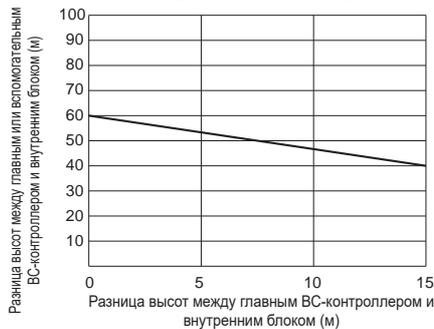

Рис. 1
- *2 См. рис. 1. (Если подключены внутренние блоки моделей P/M200 или P/M250, допустимое предельное расстояние между ВС-контроллером и самым удаленным внутренним блоком составляет 40 м.)
- *3 Если длина трубопровода или разница высот превышают ограничение, указанное на рис. 1, подключите к системе вспомогательный ВС-контроллер. Ограничение для системы со вспомогательным ВС-контроллером показано на рис. 2. Если заданная конфигурация системы попадает в заштрихованную область на рис. 2, следует на один размер увеличить трубу высокого давления и трубу для жидкости между основным и вспомогательным ВС-контроллерами. При использовании внутренних блоков моделей P/M32, P/M40, P/M50, P/M100 или P/M125 следует на один размер увеличить ответвление трубы для жидкости между вспомогательным ВС-контроллером и внутренним блоком. При использовании P/M140 или более крупных моделей внутренних блоков не превышайте ограничение, показанное на рис. 1.
*3 Если длина трубопровода или разница высот превышают ограничение, указанное на рис. 1, подключите к системе вспомогательный ВС-контроллер. Ограничение для системы со вспомогательным ВС-контроллером показано на рис. 2.
При использовании P/M140 или более крупных моделей внутренних блоков не превышайте ограничение, показанное на рис. 1.